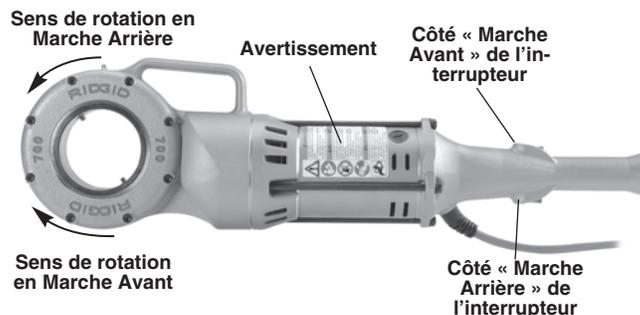

Figure 3 – Position de l'interrupteur en fonction du sens de rotation
- La présence et la lisibilité des avertissements apposés sur l'appareil (Figure 3).
- Appuyez momentanément sur le côté Marche Avant de l'interrupteur, puis sur son côté Marche Arrière pour vous assurer que l'appareil tourne bien dans le sens correspondant indiqué à la Figure 3, et que l'interrupteur permet de contrôler l'appareil normalement.
4. Pour entamer le filetage, appuyez simultanément sur l'interrupteur (*Figure 3*) et, avec la paume de l'autre main, sur la tête de filière (*Figure 8*). Ne jamais interposer un chiffon ou porter de gants ou de bijoux lorsque